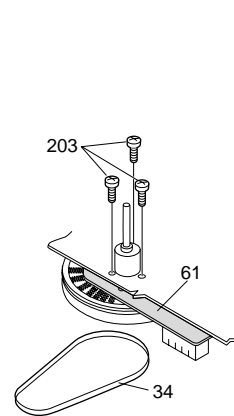

Fig. 9
- Enlever la courroie d'entraînement (Pos. 34, Fig. 9).
- Dévisser 3 vis (Pos. 203, Fig. 9).
- Enlever le moteur cabestan (Pos. 61, Fig. 9) de la mécanique. En faisant cela, l'axe cabestan ne doit pas toucher la mécanique. Le remontage s'effectue dans l'ordre inverse.